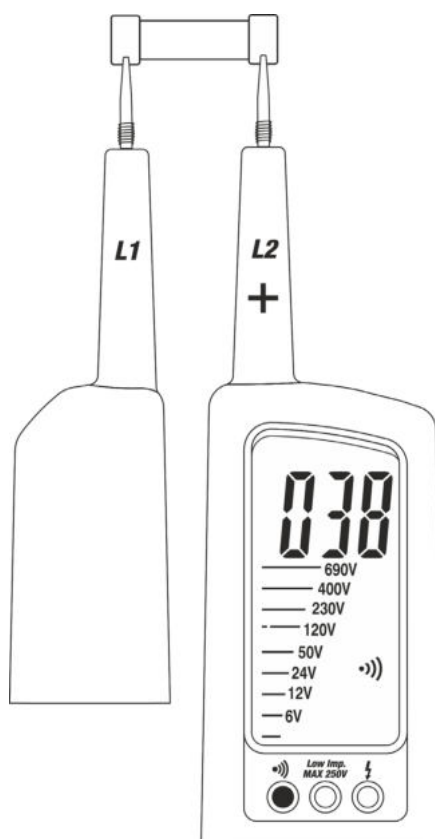

Fig. 7: Teste de Continuidade
2. Conectar as ponteiros **L1** e **L2** ao objeto em teste (ver Fig. 7).